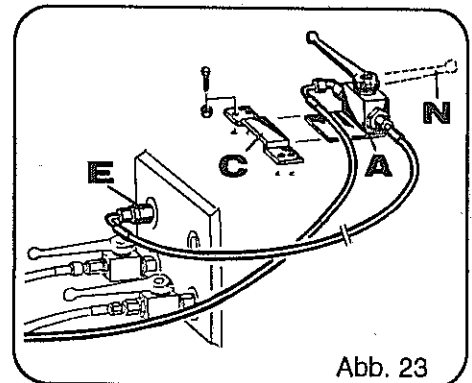

Abb. 23
Die zusätzliche Hydraulikleitung an den Schlepper ankuppeln (Abb. 23, Pos. E). Halter (Pos. C) in der Nähe des Schleppersitzes an einem festen Teil anbringen und Absperrhahn (Pos. A) einstecken.
Bei der Arbeit muß der Absperrhahn geschlossen sein (Abb. 23, Pos. N).
- Absperrhahn (Abb. 23, Pos. A) öffnen.